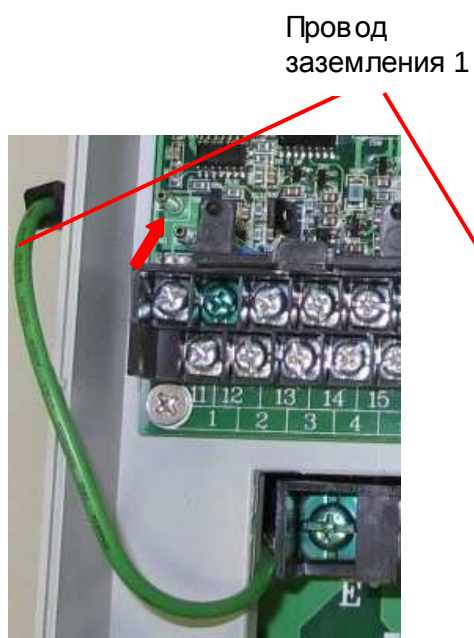

Рис. 6.5
6.4.2. Отсоединить провод заземления 1 от контакта Е (рис. 6.5, красная стрелка).